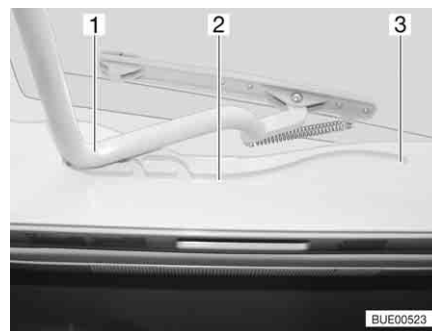

Fig. 77 Lanterneau Heki, glissière
- Tirer l'étrier (Fig. 77,1) dans les glissières (Fig. 77,2) jusqu'à la position la plus reculée (Fig. 77,3).
- Pousser l'étrier (Fig. 77,1) légèrement vers le haut avec les deux mains.
- Tirer l'étrier dans les glissières (Fig. 77,2) jusqu'à la position souhaitée.